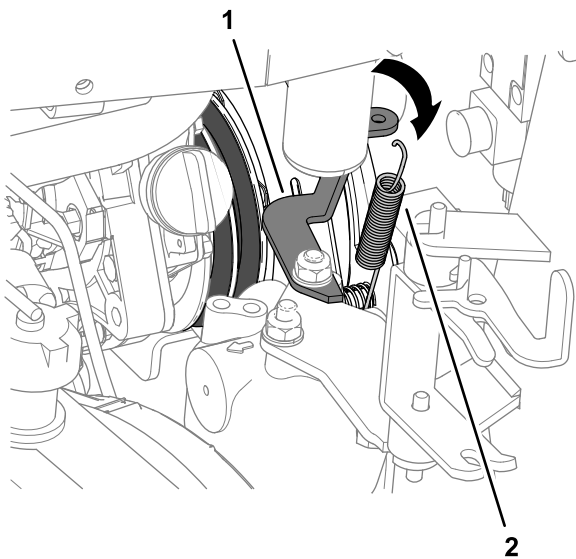

Figura 90
5. Dal lato del radiatore, sganciate la molla dell'ammortizzatore della frizione dalla staffa a molla (Figura 90).
4. Agganciate la molla dell'ammortizzatore della frizione tra il bullone interno della piastra della frizione e la staffa a molla; fate riferimento alla Figura 90 in Rimozione delle cinghie della PDF (pagina 68).